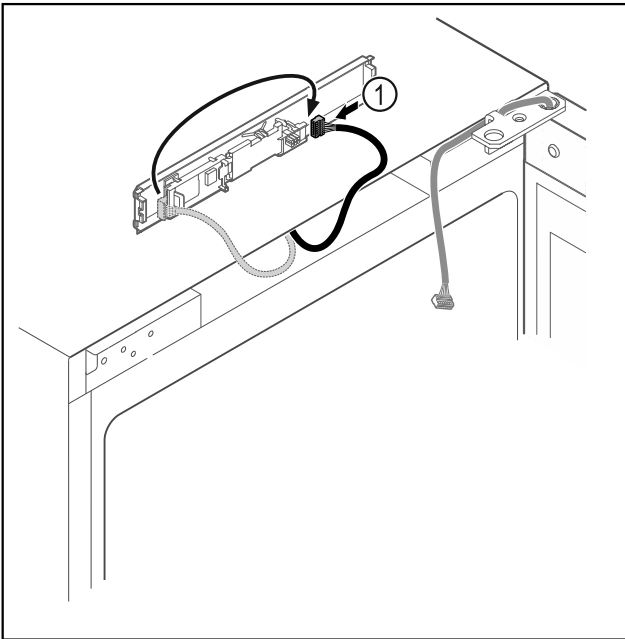

Fig. 18
- ▶ Переставити штекер Fig. 18 (1) на плиті.